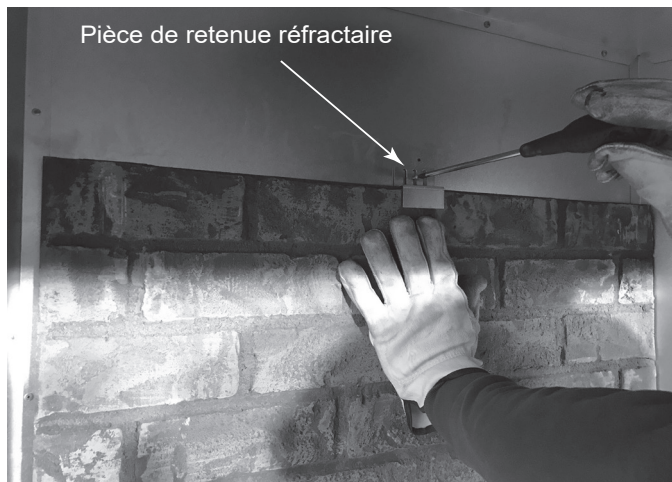

Figure 11.8
- Remettez le revêtement réfractaire en place et fixez-le à l'aide de (1) pièce de retenue pour réfractaire. Voir la Figure 11.8.